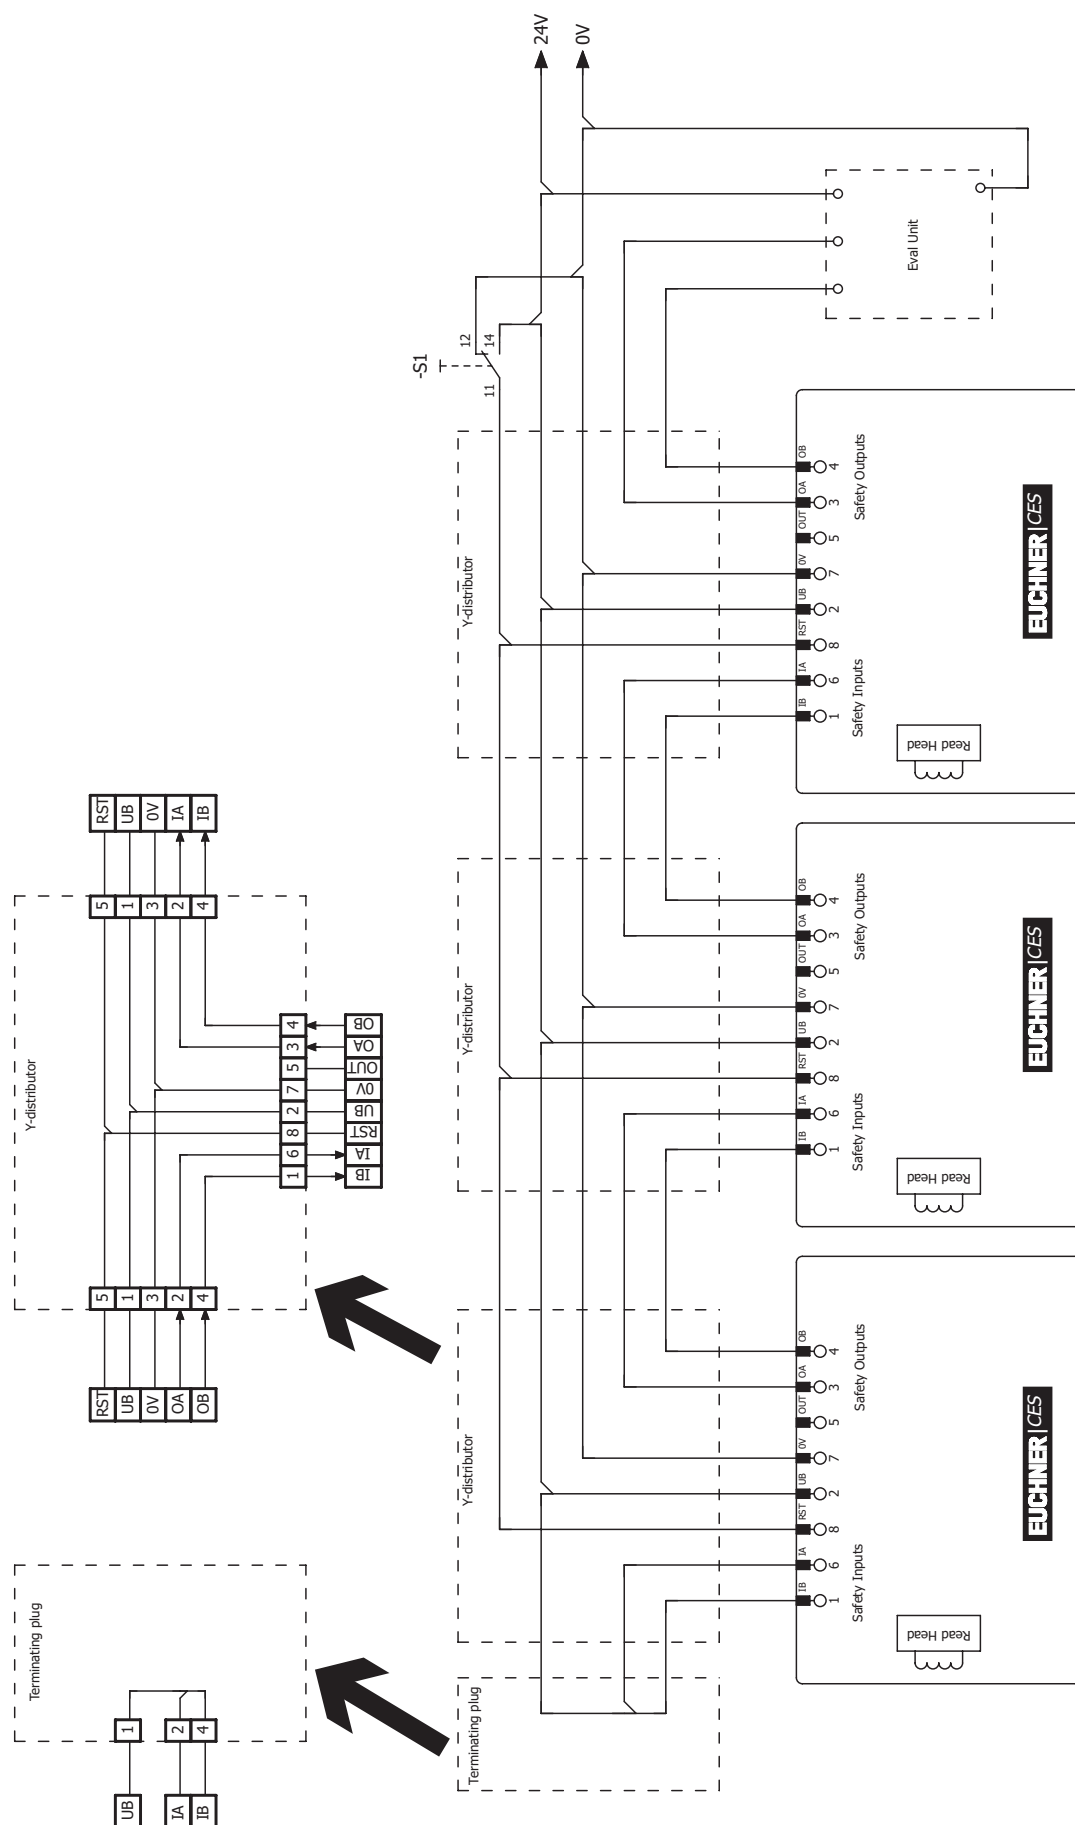

Fig. 4: Ejemplo de conexión en serie con restablecimiento (reset) y conmutador
- Debe utilizarse una señal común para todos los interruptores de la cadena. Puede tratarse de un conmutador, pero también se puede utilizar la salida de un sistema de control. No deben utilizarse pulsadores, ya que el restablecimiento (reset) debe estar siempre conectado a GND durante el funcionamiento (véase el interruptor S1 en la Fig. 4 en la página 19).
Para que esto sea posible, la entrada RST debe conectarse como se muestra en la Fig. 4 en la página 19.